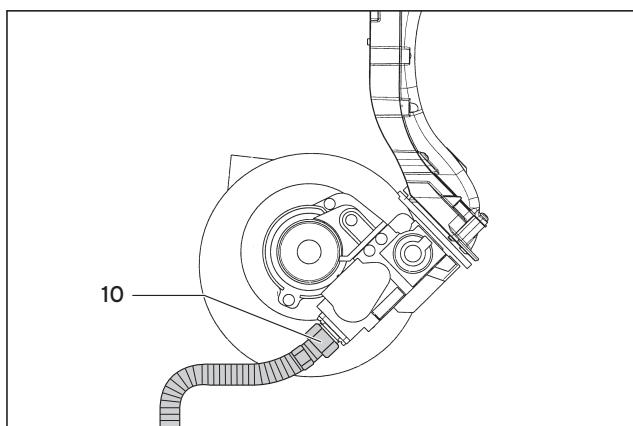

Рис. 7.4 Подсоединение гибкого газопровода
- Подсоедините с помощью накидной гайки гибкий газопровод (10) с новой уплотнительной прокладкой (№ запасной части 98-0012) к газовой арматуре (рис. 7.4). При этом используйте грани для ключа на гибком газопроводе для удержания от проворачивания.
- Подсоедините два штекера :проводы розжига и провода заземления к электроду розжига (6).
- Подсоедините кабели (9) к двигателю вентилятора и кабель (8) к газовой арматуре.
Проверьте герметичность подключения гибкого газопровода (10) с помощью средства для поиска утечек (рис. 7.4).